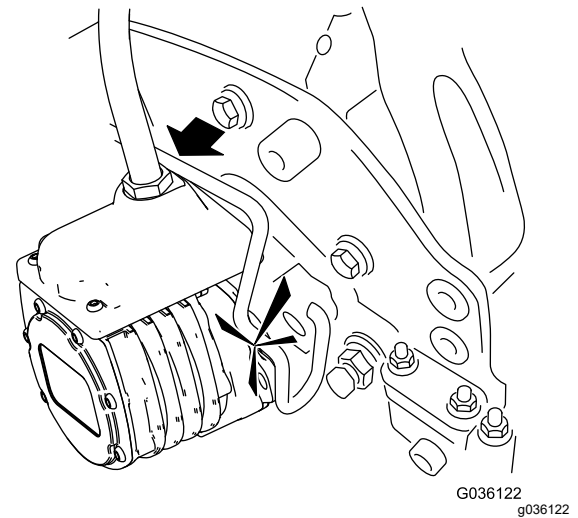

Figure 56
- 6. Enduisez de graisse propre l'arbre cannelé du moteur de l'unité de coupe (Figure 56).
- 7. Insérez le moteur dans le côté gauche de l'unité de coupe (vu de la position de l'utilisateur) et tirez la barre de retenue du moteur située sur l'unité de coupe vers le moteur jusqu'à ce que vous entendiez un déclic des deux côtés du moteur (Figure 56).